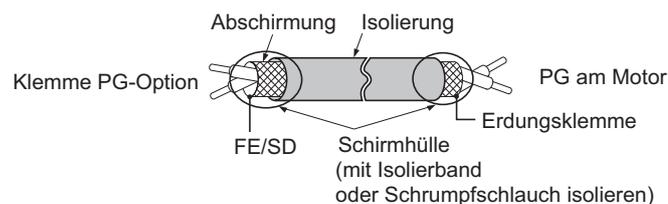
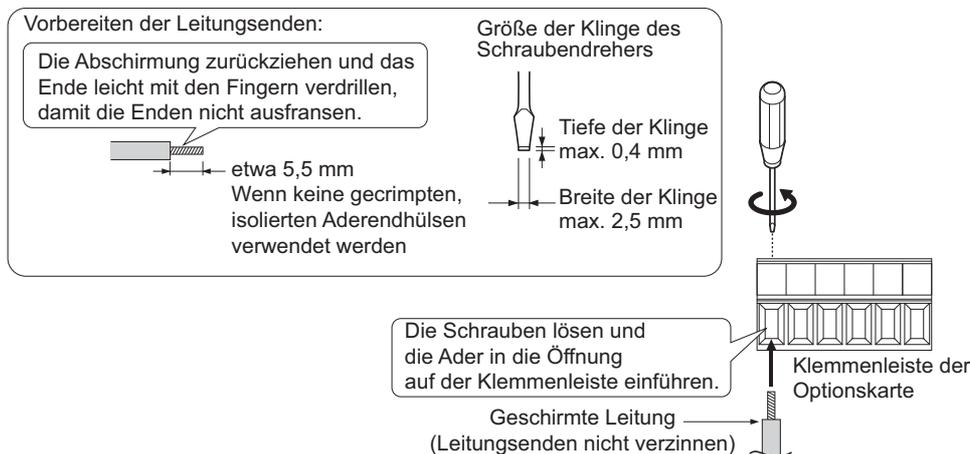

Abbildung 8.6 Vorbereiten der Enden einer geschirmten Leitung
Abbildung 8.7 Vorbereiten und Anschließen von Leitungen
2. Am Frequenzumrichter befinden sich zwei Schraubenlöcher zur Verwendung als Erdungsklemmen (H). Beim Anschließen von drei Optionskarten müssen zwei Erdungsleiter an dieselbe Erdungsklemme am Frequenzumrichter angeschlossen werden.
4. Die Leiterenden wie in **Abbildung 8.6** und **Abbildung 8.7** dargestellt vorbereiten und anschließen. **Siehe Leiterquerschnitte und Anzugsmomente auf Seite 392** zur Überprüfung, dass jede Klemme mit dem korrekten Anzugsmoment befestigt wurde. Besonders sorgfältig vorgehen, um sicherzustellen, dass jeder Leiter korrekt angeschlossen wird und die Leitungsisolierung nicht versehentlich in Anschlussklemmen eingeklemmt wird.